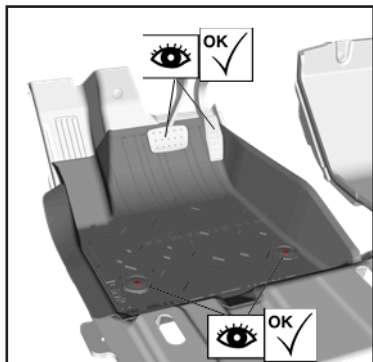

Figura 4
4. Instalar revestimiento delantero. **Vea la Figura 4.**